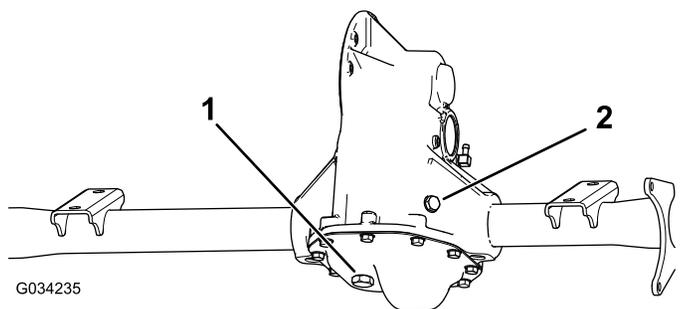

Figura 49
1. Allineate una bacinella di spurgo sotto il tappo di spurgo (Figura 49).
2. Togliete il tappo di riempimento e la guarnizione (Figura 49).
3. Togliete il tappo di spurgo e la guarnizione per lasciare defluire completamente il fluido (Figura 49).